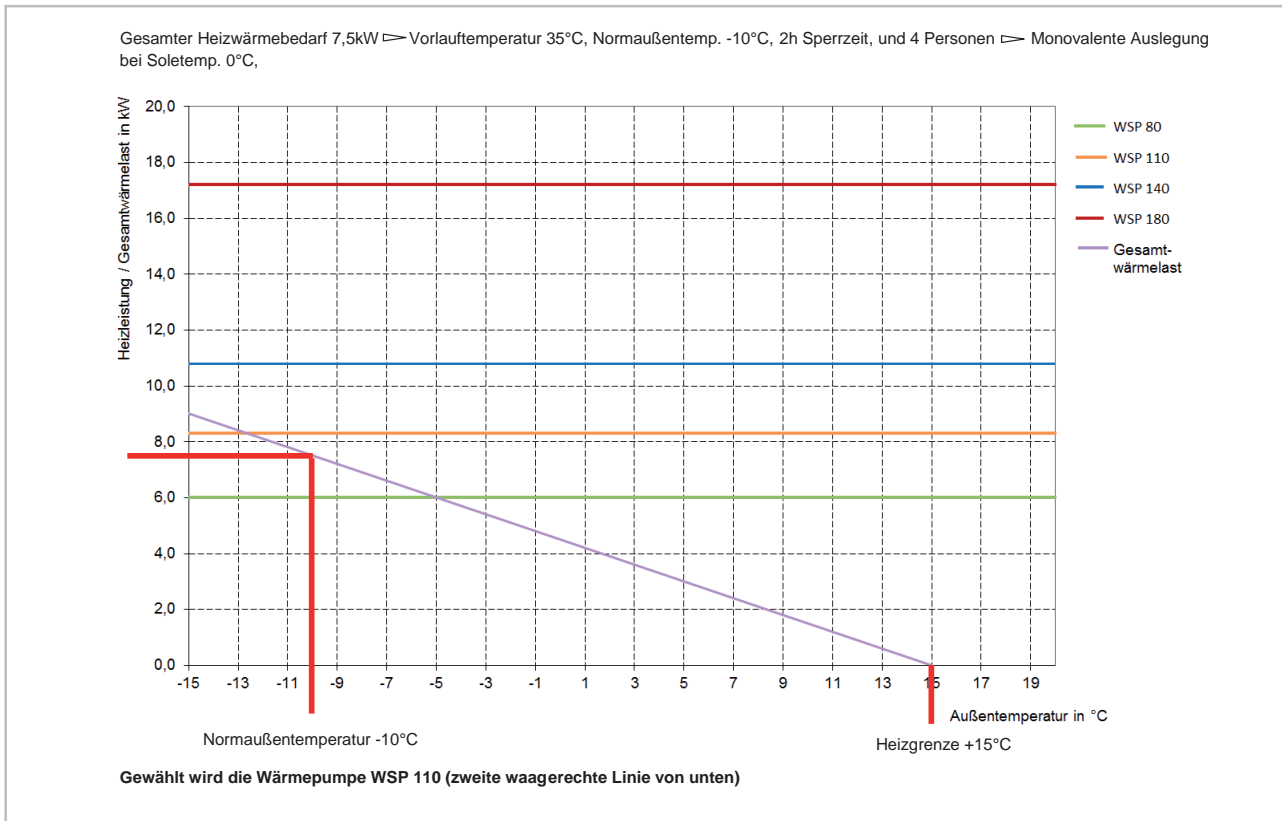

Abb. 10: Auswahl der Solewärmepumpe WSP
- Für ein Auslegungsbeispiel wurde ein Wohnhaus mit 150 m² Wohnfläche und einem Wärmebedarf von ca. 35 W/m² gewählt. Es wohnen fünf Personen in dem Haus. Die Heizlast beträgt 5,3 kW. Mit einem Trinkwasserzuschlag von 0,2 kW/Person ergibt sich eine benötigte Heizleistung von 6,3 kW. Je nach Energieversorger muss dann noch ein Aufschlag gemacht werden, um eventuelle Sperrzeiten zu berücksichtigen. Die Dimensionierung und Ermittlung des Bivalenzpunktes der Wärmepumpe erfolgt zeichnerisch im vorlauftemperaturspezifischen Heizleistungsdiagramm der Wärmepumpe (im Beispiel 35 °C für eine Fußbodenheizung). Es werden zunächst die Heizlast bei Normaußentemperatur (ortsabhängige tiefste Temperatur des Jahres) und die Heizgrenze markiert. In das Heizleistungsdiagramm (Abb. 10) mit der Heizleistungskurve wird der außentemperaturabhängige Wärmebedarf vereinfacht als gerade Verbindungslinie zwischen Heizlast und Heizbeginn eingetragen. Der Schnittpunkt der Geraden mit der Nenn-Heizleistungskurve wird auf die x-Achse gelotet und dort die Temperatur des Bivalenzpunktes abgelesen (im Beispiel bei ca. -3 °C). Die Mindestleistung des 2. Wärmeerzeugers ist die Differenz von Heizlast und der maximalen Heizleistung der Wärmepumpe an diesen Tagen (im Beispiel beträgt die benötigte Leistung zur Spitzenlastabdeckung ca. 3 kW).